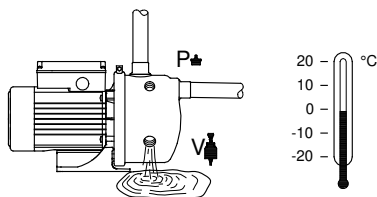

Afb. 7 Reinigen van de waaijer
3. Verwijder de schroef (pos. 93) en de beugel (pos. 92) die de pompmantel (pos. 16) vasthouden.
4. Druk de pompmantel (pos. 16) met een schroevendraaier los van het lantaarnstuk, en haal deze eraf.
5. Trek de ejector (pos. 14) uit de pompmantel.
7. Controleer of de waaier (pos. 49) vervuild is. Als dit het geval is, reinig de waaier dan (ter plekke) met een zachte borstel of een waterstraal. Zie afb. 7.